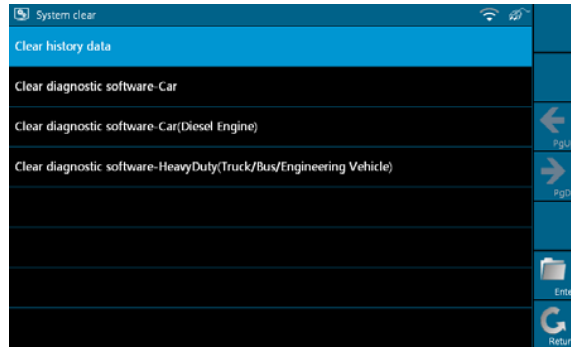

Рис. 2-24
Нажать кнопку [Diagnostic] (**Диагностика**), чтобы войти в режим, см. рис. 2-24.
1. На рис. 2-24 выбрать [Clear history data] (**Удалить перечень файлов**) и нажать кнопку [Enter] (**Ввод**), чтобы войти в режим рис. 2-25. Выбрать пункт, который требуется удалить и нажать кнопку [Clear] (**Удалить**).
2. На рис. 2-24 выбрать меню [Clear diagnosis software-Car] (Удалить диагностическое программное обеспечение для автомобиля) и нажать кнопку [Enter] (Ввод). Выбрать модель автомобиля, которую требуется удалить, как показано на рис. 2-27, и нажать кнопку [Fast Clean] (Быстрое удаление).